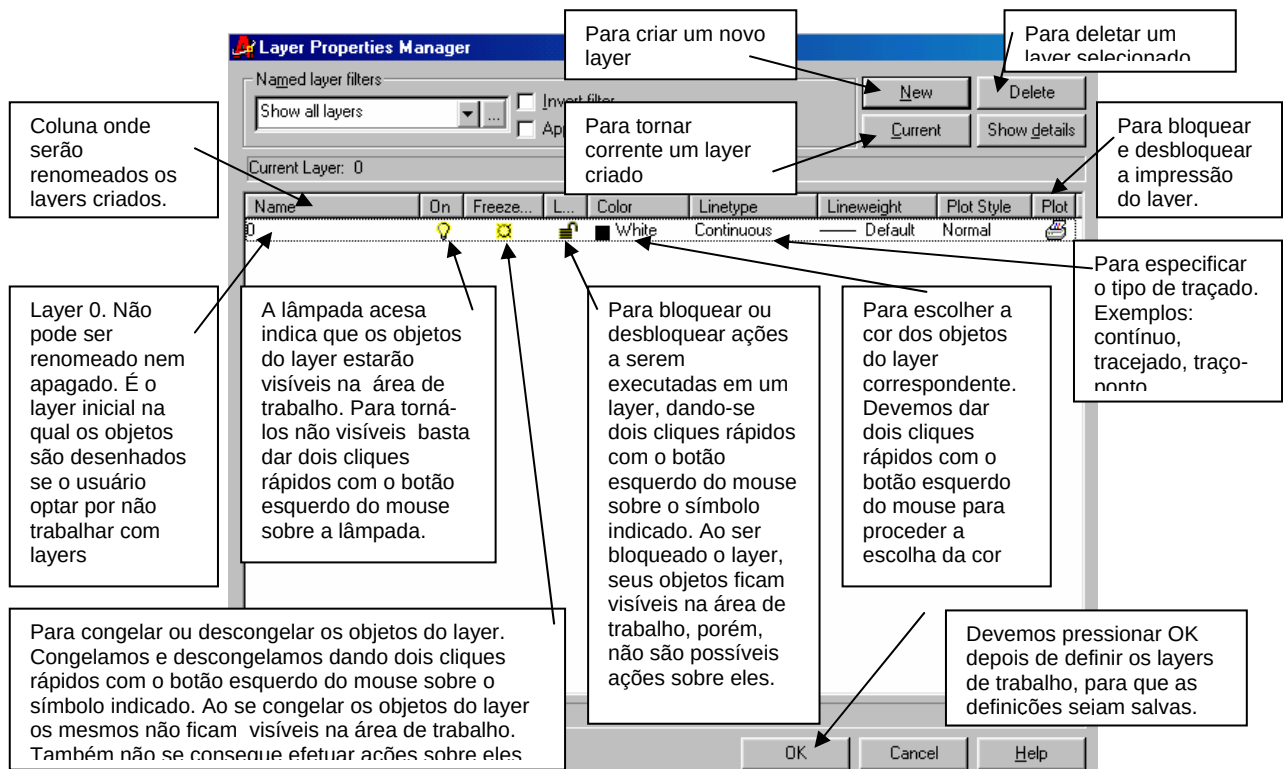

Figura 4.1 – Janela de Gerenciamento das Propriedades dos Layers
1. Entre no comando por meio de uma das formas de acesso. Aparecerá uma janela de gerenciamento do layer denominada Layer Properties Manager (figura 4.1).